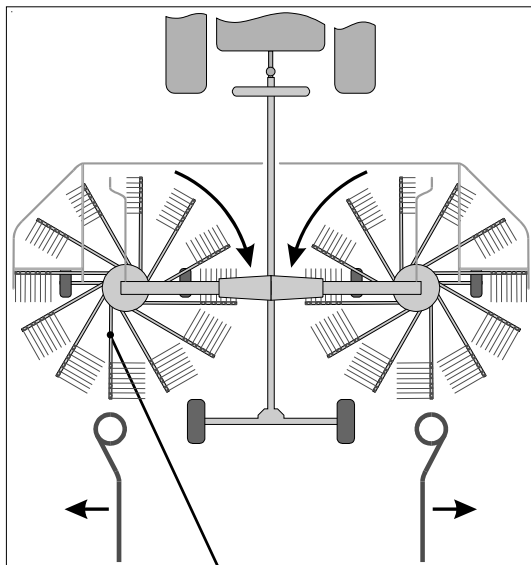

Figure 3-1
Les supports de dents tournant à droite sont marqués avec une étiquette (A), voir fig. 3-1 et 3-2.
Veillez à un montage correct, voir fig. 3-1 et 3-2 !